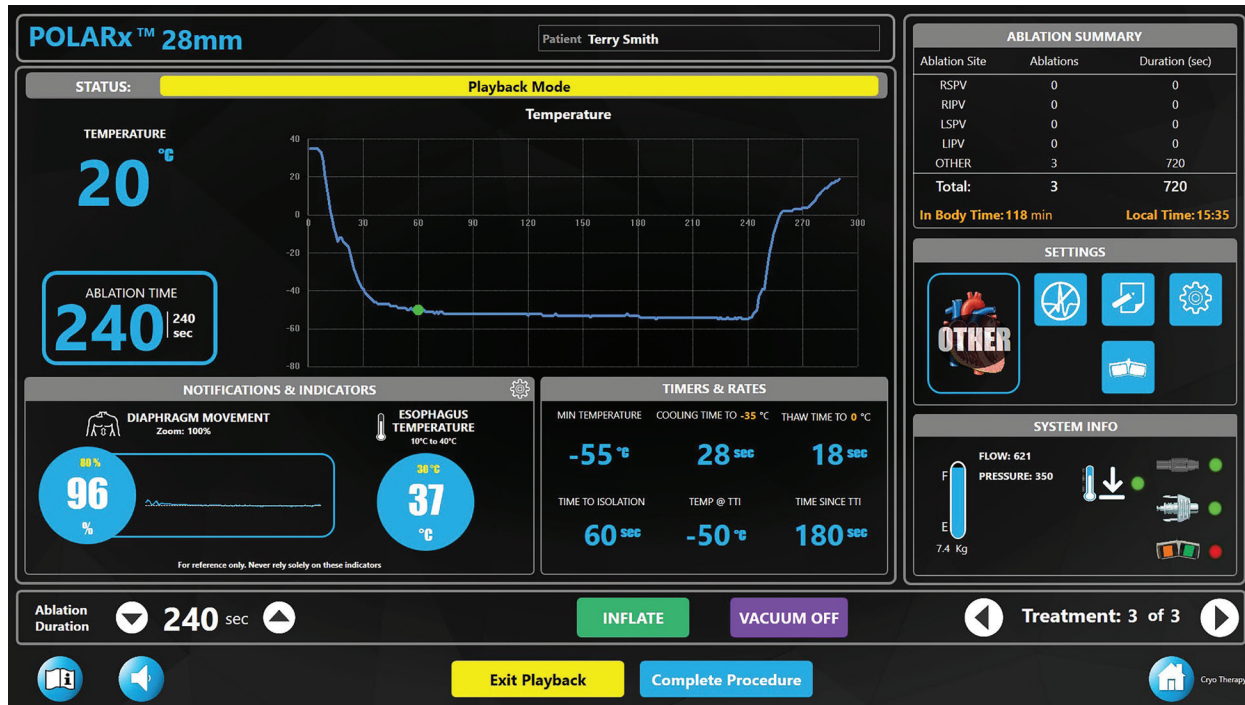

Figura 26. **Playback Mode** (Modo de reproducción)
- Si se pulsa el botón **Exit Playback** (Salir del modo de reproducción), aparece el botón **PLAYBACK** (Reproducción). Pulsar el botón **PLAYBACK** (Reproducción) permite revisar los datos de las ablaciones anteriores. Pulse el botón **PLAYBACK** (Reproducción) para entrar en el **Playback Mode** (Modo de reproducción), tal como se muestra en la Figura 26.
- Utilice las flechas de **Treatment** (Tratamiento) (Figura 26) para visualizar los datos de tratamientos anteriores en la intervención actual.
1. Cuando finalice el tratamiento, pulse el botón **Complete Procedure** (Finalizar intervención) en la pantalla Therapy (Terapia) (Figura 26 o Figura 29).